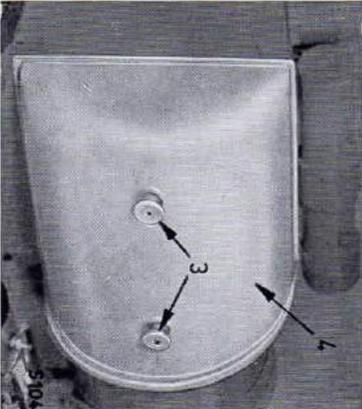
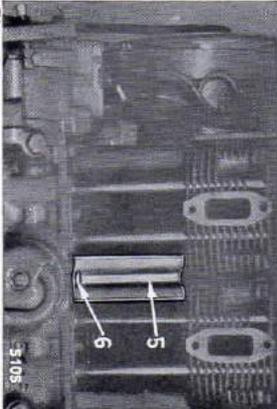

Fig. 13
Fig. 14
Dévisser les écrous moletés (3) - Figure 13 - pour pouvoir déposer le capot-guide d'air (4). Dans le cas d'un moteur à 2 cylindres, on devra enlever la tôle déflectrice (5) après avoir dévissé la vis de fixation (6) - Figure 14 - pour pouvoir nettoyer les ailettes de refroidissement.